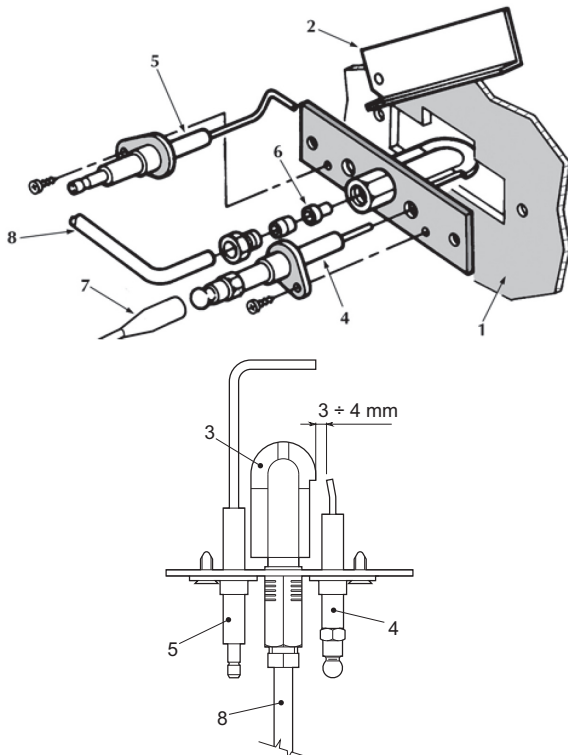

fig. 22 - Bruciatore pilota
- Gli elettrodi devono essere liberi da incrostazioni e correttamente posizionati (vedi fig. 22).